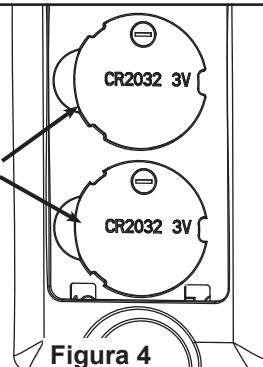

Figura 4
3. Realice las conexiones de cables al bloque del terminal como se muestra en la Figura 4.
- ☐ 4. Si desea instalar el kit de iluminación, **sáltese este paso**. Instale la cubierta del cable del kit de iluminación en la ensamble de la placa de iluminación usando el tornillos previamente retirado y asegure los tres tronillos. (Figura 4)
4. Para que el ventilador sea funcional, instale las pila (incluidas) de 3V en el transmisor del mando a distancia. Mientras el ventilador esté apagado. A continuación, siga el proceso de fijación remota de código. Si no se utiliza el ventilador durante un largo periodo de tiempo, extraiga la batería para evitar cualquier daño al transmisor. Almacene el mando a distancia en un lugar alejado del calor o la humedad excesiva. (Figura 4)
4. Seleccione su router Wifi e introduzca la contraseña Wifi para conectarse a su receptor Wifi fanSync. Tardará 1 - 2 minutos en conectarse. Una vez que su receptor Wifi se haya conectado, ahora puede nombrar su ventilador de techo en la App y personalizar sus ajustes. (Figura 4)